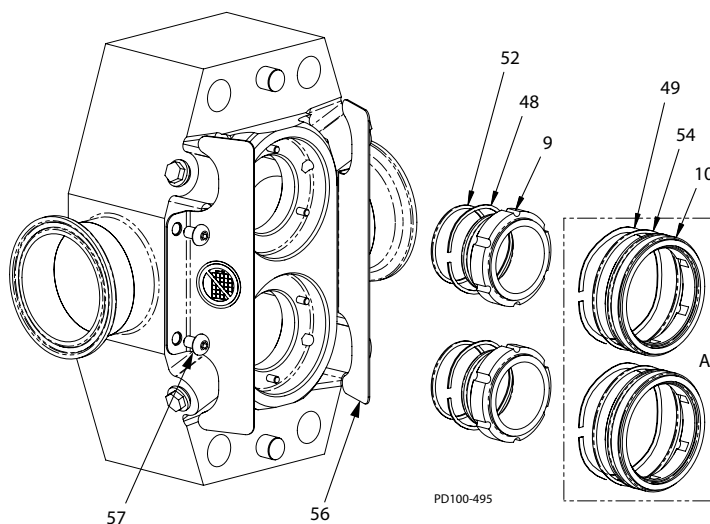

Рисунок 53 - Установка уплотнения вала
3. Установите внутреннее уплотнительное кольцо уплотнения (Рисунок 53, пункт 52) во внутреннюю канавку уплотнения и установите сильфон (позиция 48) в корпус внутренних уплотнений (позиция 9).
5. Прикрепите защитные устройства (Рисунок 53, пункт 56) к корпусу при помощи винтов с полукруглой головкой (позиция 57).
6. Для насосов, оснащенных двойными уплотнениями (Рисунок 53, вкладыш А):
Установите наружное уплотнительное кольцо уплотнения (Рисунок 53, пункт 54) в канавку наружного уплотнения (позиция 10).